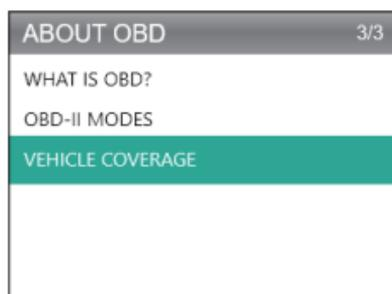

Figura 9.1.2
2. Selezionare INFORMAZIONI SU OBD (vedi Figura 9.1.2), e premere [OK]. Appariranno tre opzioni, tra cui COSA è OBD? (informazioni generali su OBD, MODI OBDII, COPERTURA DEL VEICOLO, modelli che supportano e altro).